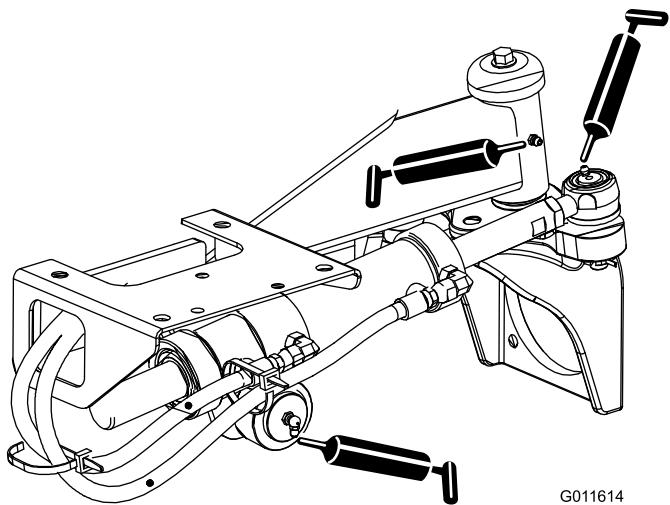

Figure 33
- Rotules de vérin de direction (2) et essieu arrière (1)(Figure 33)